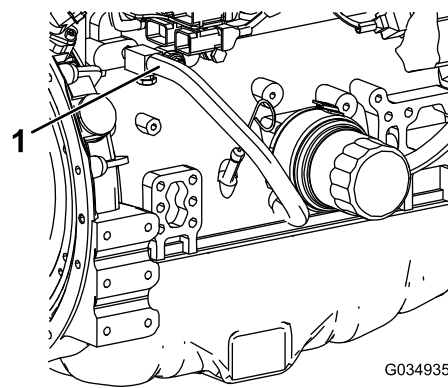

図 113
7. エンジンオイルクーラから冷却液ホースを外す 図 113。